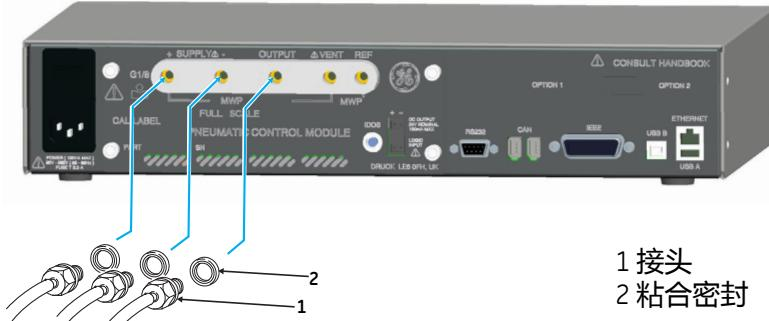

图 2-1 , 气路连接
- 额定压力最高的模块装在右侧模块 1 位置 , 如产品后视图中所示 (参见 : 图 2-1)